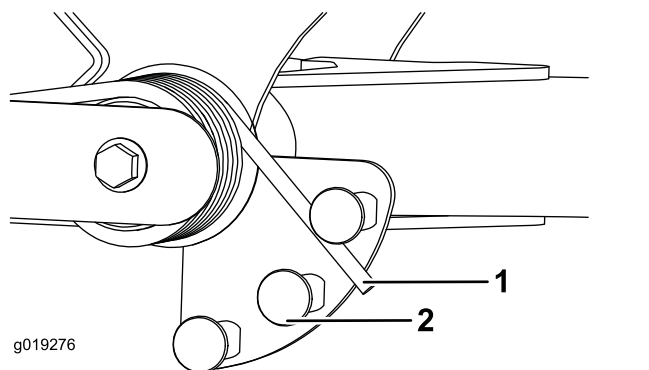

Bild 34
2. Stecken Sie ein Rohr oder ein ähnliches Objekt in das lange Federende und drehen Sie es um den Federaktuator in die gewünschte Stellung (Bild 34).